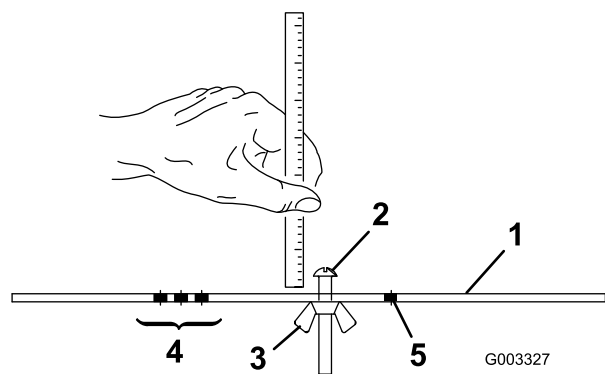

Figura 19
2. Afloje la tuerca de la barra de ajuste (Figura 19) y ajuste el tornillo para la altura de corte deseada.